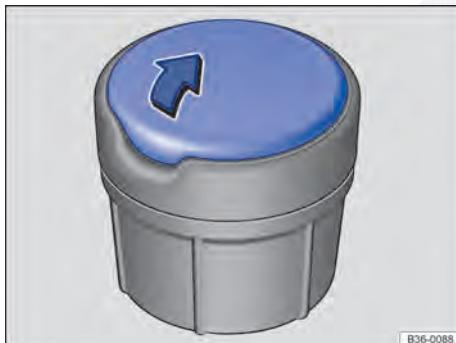

Fig. 116 Cinzeiro móvel.
- Para *abrir*, deslizar a cobertura no sentido da seta ⇒ Fig. 116.